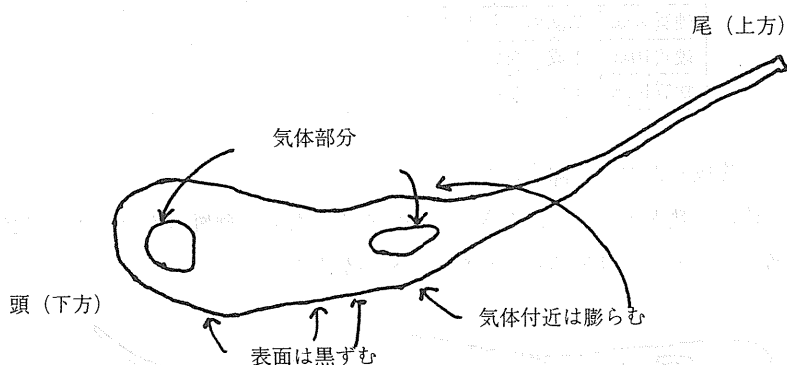

図6 オランダの涙:基本の形
- ⑤涙の中にはほとんどの場合, 気体状態のものができる。これがないと水中で涙は壊れてしまう。つまり, オランダの涙ができる条件は, 少なくともこの気体状態の部分が重要な役目をしていると思われる。(図6)